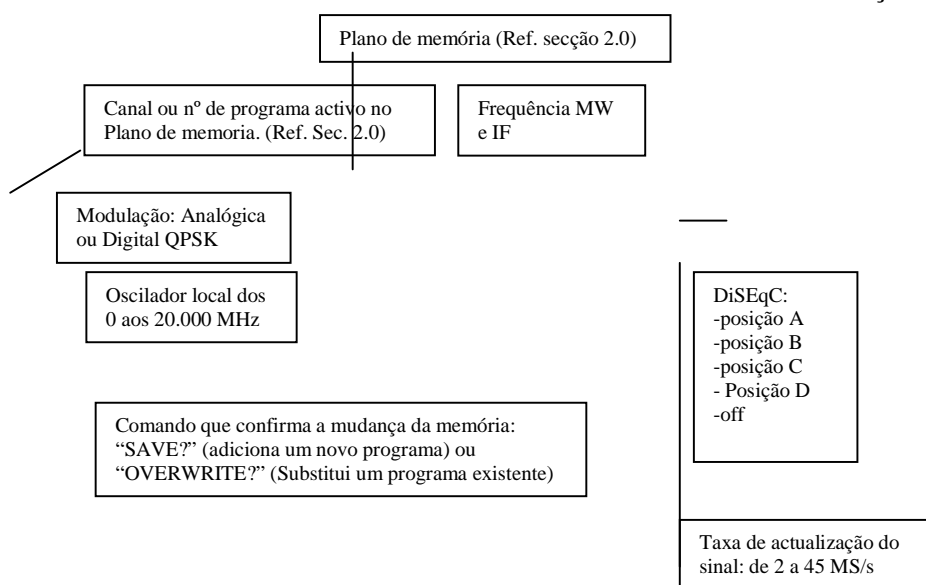

Fig. 9.1 Memória: Criar ou modificar um Plano de Memória.
- Pressione a tecla memória (11).
- Use as Teclas “SELECT” (10) “UP” e “DOWN” para escolher um novo plano de memória (Ref. fig. 9.1), O nome do Plano de memória é automaticamente assumido pelo medidor com o prefixo “PLAN” seguido pelo primeiro número de plano disponível (ex. PLAN45).
- Use a tecla “SELECT” (10) para seleccionar todos os campos que iram definir o canal a ser memorizado (Ref. fig. 9.1): Frequência, Standard, Polarização e Banda, Taxas de sinal e o Oscilador Local, e em seguida estabeleça o valor pretendido usando as teclas “UP” e “DOWN”.
- Pressione a tecla “MEMORY” (11).
- Use as Teclas “SELECT” (10) “UP” e “DOWN” para escolher um Plano de memoria existente (Ref. fig. 9.1) e o número do programa que é necessário modificar.
- Siga o procedimento descrito no parágrafo 9.2 com a única diferença de que um novo número de programa tem de ser seleccionado (Ref. fig. 9.1).